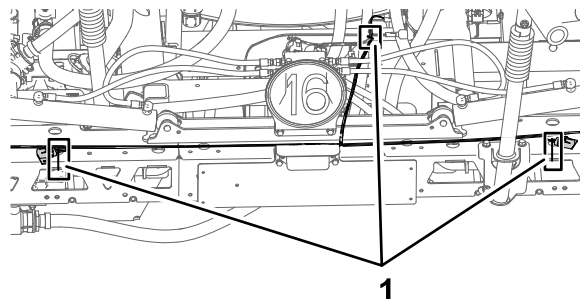

Figura 60
6. Sujete el mazo principal del arnés de cables, la rama de 89 cm del arnés de cables, y la rama de 71 cm del arnés de cables con 3 bridas, según se muestra en Figura 60.